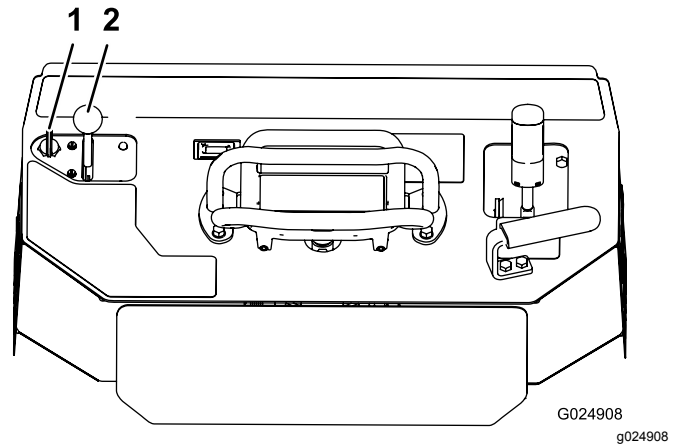

Figure 18
1. Réglez la commande d'accélérateur à mi-course entre les positions BAS RÉGIME et HAUT RÉGIME (Figure 18).
2. Tournez la clé en position CONTACT (Figure 18). Relâchez la clé quand le moteur démarre.
3. Réglez la commande d'accélérateur à la position voulue (Figure 18).
2. Placez la commande d'accélérateur en position BAS RÉGIME (Figure 18).